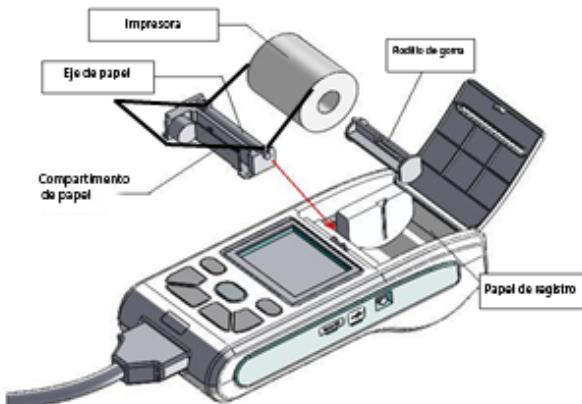

Figura 6-1 Instalación del papel de registro
1. Como se muestra en la Figura 6-1, presione la tapa del compartimento de papel, se rebotará automáticamente, saque el eje del papel, insértelo en el papel de registro como se muestra en la figura. El lado del papel con cuadrículas debe estar orientado hacia abajo y, a continuación, instálelo en la posición adecuada en el compartimento del papel, y presione el rodillo de goma sobre el papel de registro.